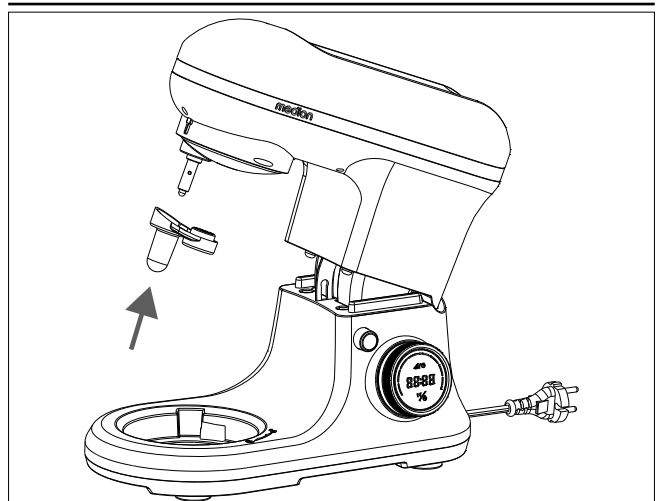

Abb. 8 – Verbindungsstück aufsetzen
- ▶ Setzen Sie das Verbindungsstück auf die Aufnahme am Schwenkarm (siehe Abb. 8).